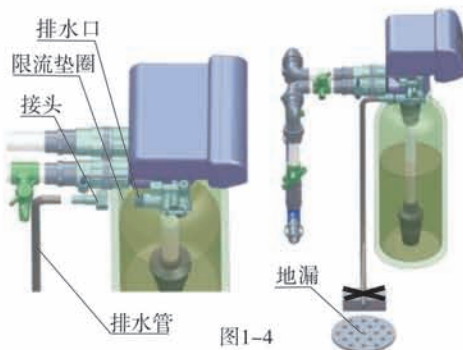

图1-4
- 当控制阀为时间型时, 无上述步骤②和步骤③。
⑤安装排水管路
- A、如图1-4所示, 将排水软管插入排水接头;
- d、将排水软管如图1-4所示固定好。
- 绝对不能把排水管与下水道相连, 须在二者之间留有一定的空隙 (如图1-4), 以防污水被虹吸到水处理过程中。
⑥安装吸盐管路